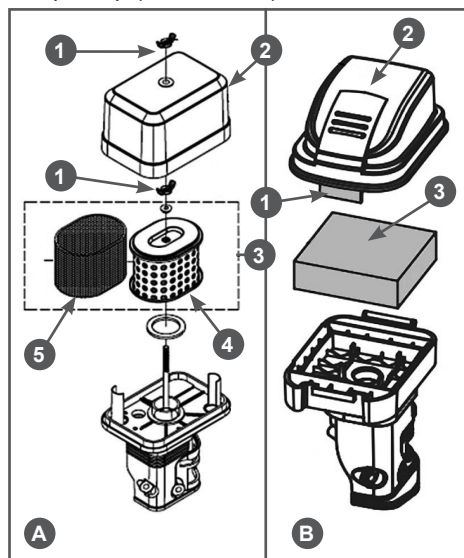

Рис. 10 Обслуживание воздушного фильтра G201HK, G210HK, G210HT
1. Открутите барашковую гайку (отогните фиксатор крышки воздушного фильтра) (Рис. 10 п. 1) и снимите крышку воздушного фильтра (Рис. 10 п. 2).
2. Извлеките из корпуса воздушный фильтр (Рис. 10 п. 3).
Поролоновый (предварительный) фильтрующий элемент тип «А» (Рис. 10А п. 5) установлен на корпусе бумажного фильтрующего элемента (Рис. 10А п. 4).
4. При незначительном загрязнении промойте поролоновый фильтр (Рис. 10А п. 5 и Рис. 10В п. 3) теплым мыльным раствором и просушите. Поврежденный или сильно загрязненный поролоновый фильтр замените.
5. Воздушный фильтр тип «В» - поролоновый (Рис. 10В п. 3) смочите специальным или чистым моторным маслом, после чего отожмите излишки масла.
Бумажный фильтрующий элемент (Рис. 10А п. 4) не подлежит очистке, необходима его замена. Не продувайте бумажный фильтрующий элемент сжатым воздухом, не промывайте его в бензине и других растворителях. Эксплуатация двигателя с грязным или поврежденным воздушным фильтром, или без воздушного фильтра приведет к попаданию грязи и пыли в карбюратор и двигатель, что в свою очередь, станет причиной его быстрого износа. Двигатель в этом случае не подлежит ремонту по гарантии.